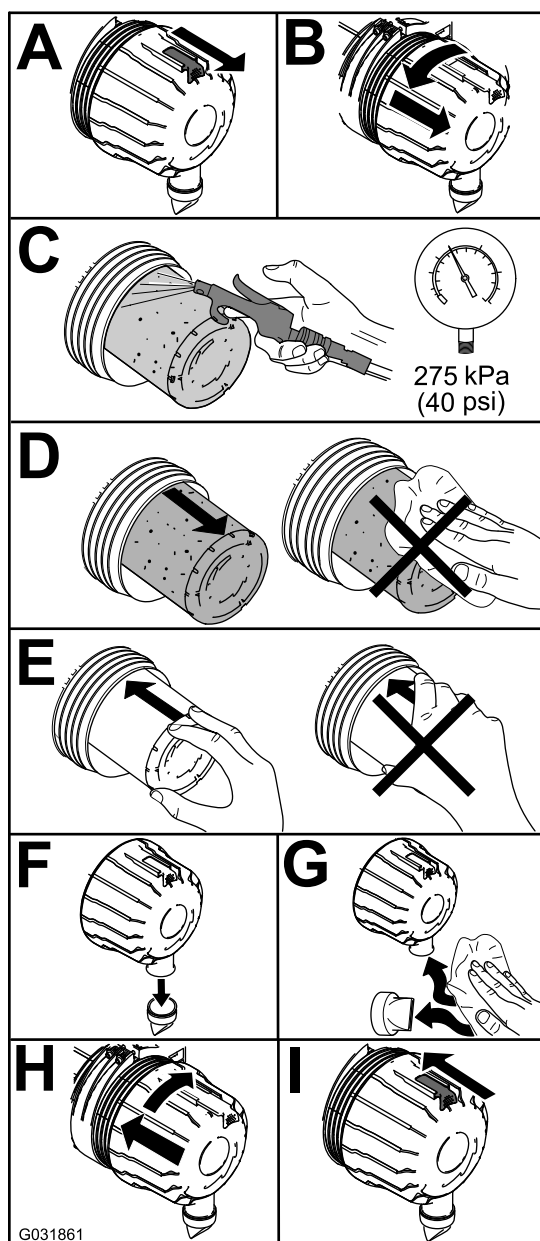

Figura 91
1. Substitua o filtro de ar (Figura 91).